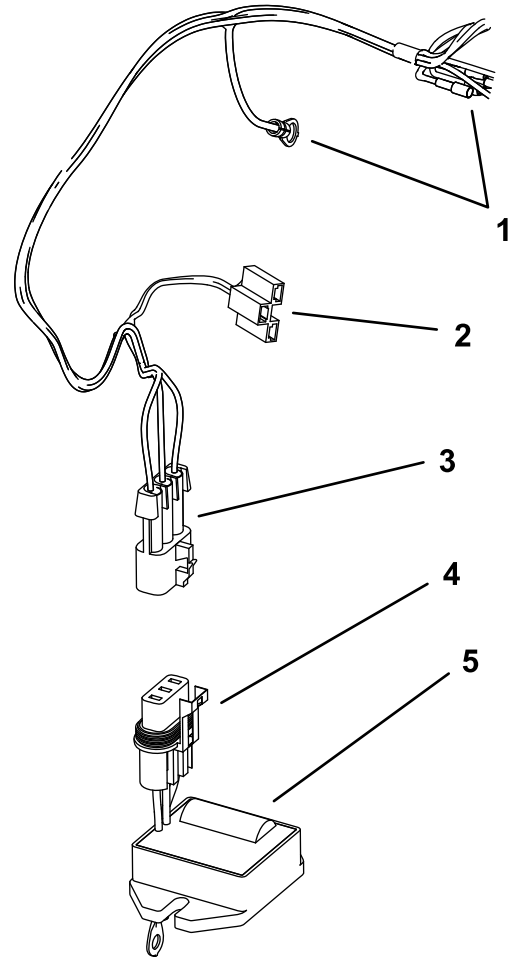

図 2
2. レギュレータのコネクタを無線アワーメータキットのワイヤハーネスに接続する 図 2。